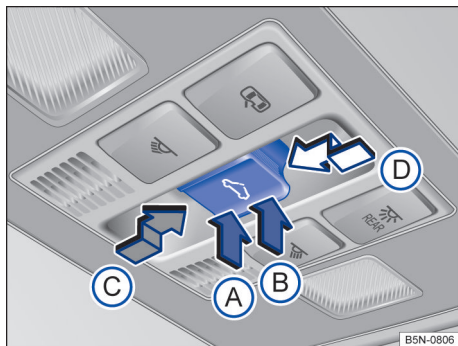

Fig. 73 No revestimento do teto: interruptor para levantamento, abertura ou fechamento do teto de vidro.
- **Ajustar a posição intermediária:** pressionar o botão pela área → Fig. 73 **(B)** até o primeiro estágio. Função automática: pressionar o botão pela área **(B)** até o segundo estágio.